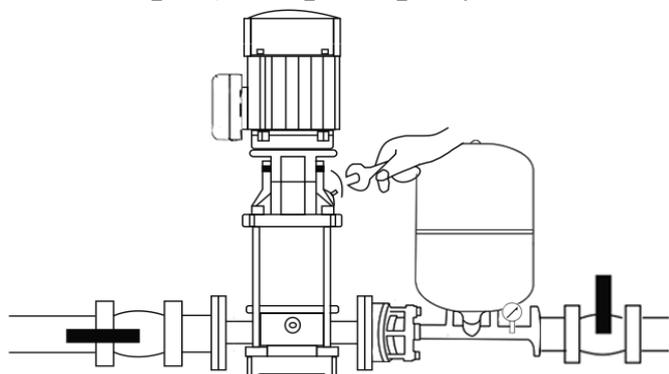

Рисунок 3
3. Перед включением насосной станции открутите клапан выпуска воздуха, откройте вентиль на входном трубопроводе и подключите станцию к сети электропитания (смотрите рисунок 3 ниже).